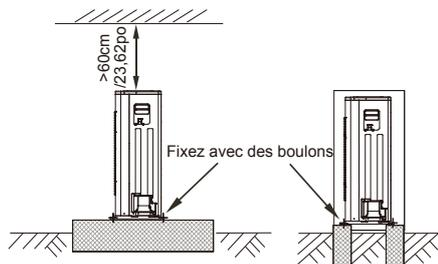

Fig. 6-15
- Réalisez une fondation en béton en conformité avec les spécifications des unités extérieures (voir Fig. 6-15).
- Fixez les pieds de l'unité avec des boulons pour éviter qu'elle tombe en cas de tremblement de terre ou de vents puissants (voir Fig. 6-15).